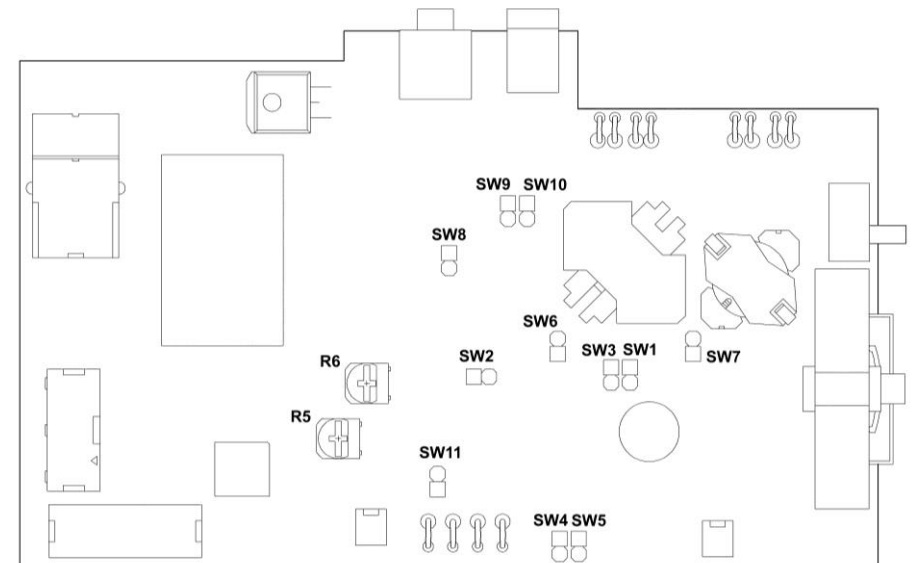

Рисунок 1 – Размещение режимных переключателей на плате ППСЦ
7.2.6 Для индивидуальной регулировки чувствительности микрофонов предусмотрены подстроечные резисторы R5 и R6 (см. рисунок 1). Резистор R6 устанавливает чувствительность микрофона МТТ, R5 – микрофона ГГС. При вращении по часовой стрелке чувствительность микрофона увеличивается.
- пользуясь чертежом размещения переключателей (см. рисунок 1), установить с помощью переключателей по таблице 2 необходимый режим работы ППСЦ;